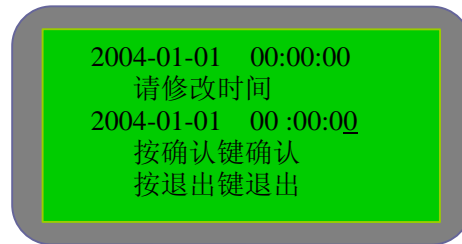

图 5-4-1
- 1) 时钟修改：在“设置”中选择“时钟修改”，进入图 5-4-1 所示界面，用下划线“_”标注编辑位，按“左移”键“右移”键改变编辑位的位置，编辑位的值可通过按“上移”键或“下移”键改变，输入结束后按“确认”键确认。